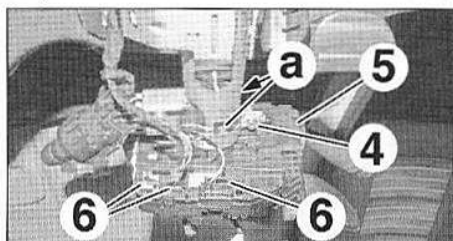

FIG.4
- Desserrer la vis (4) (Fig.4).
- Extraire le module de commandes sous volant (5).